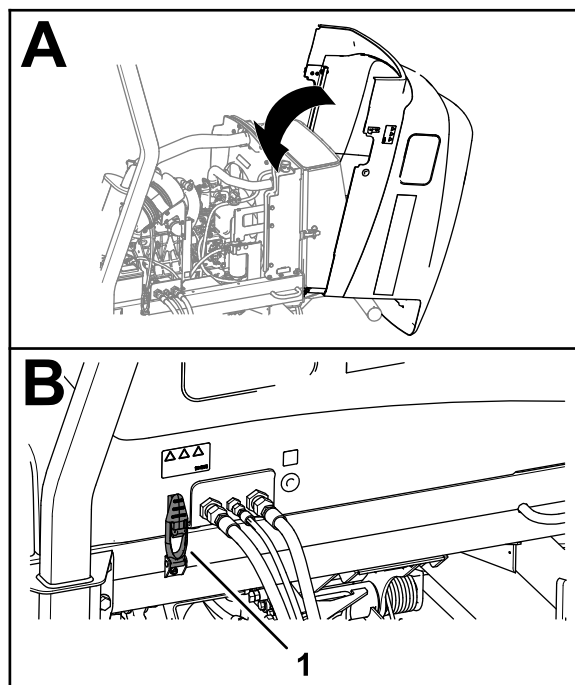

Figura 102
1. Gire cuidadosamente el capó para cerrarlo (Figura 102).